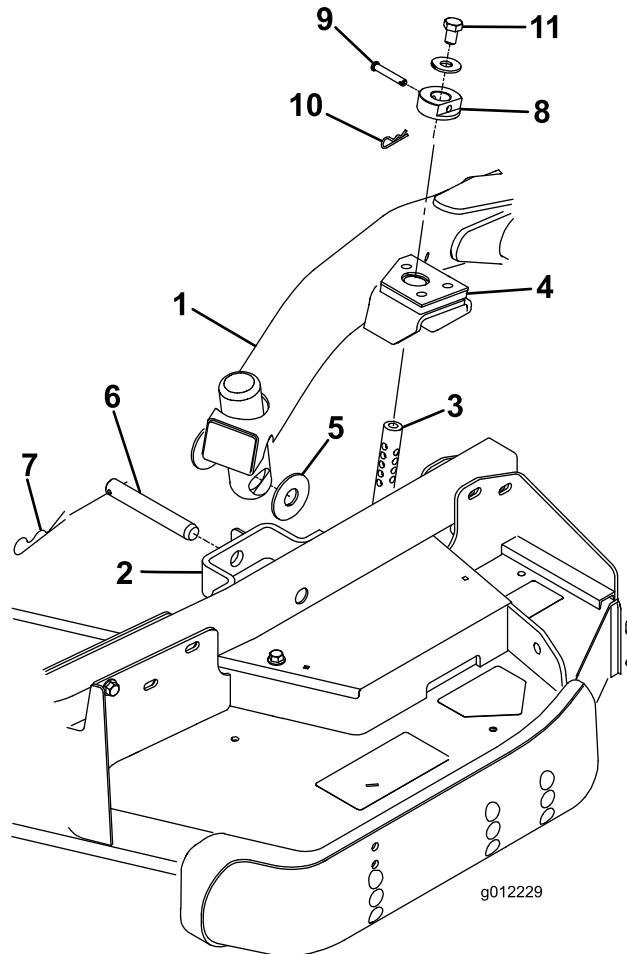

Figura 23
- Mueva la palanca de elevación a la posición Flotar. Empuje hacia abajo uno de los brazos de elevación hasta que los taladros del brazo de elevación estén alineados con los taladros del soporte del brazo de la rueda giratoria y pueda introducirse la varilla de ajuste de la altura de corte en los alojamientos del brazo de elevación (Figura 23).
- Fije el brazo de elevación al brazo de la rueda giratoria con (2) arandellas de empuje, un pasador y un pasador de horquilla. Coloque las arandellas de empuje entre el brazo de elevación y el soporte del brazo de la rueda giratoria (Figura 23). Introduzca el extremo del pasador de horquilla en la ranura de la pestaña del brazo de la rueda giratoria para retener el pasador.
9. Instale los collares de ajuste de la altura de corte sobre las varillas de ajuste de la altura de corte y fíjelos con los pasadores y los pasadores de horquilla (Figura 23). Oriente la cabeza del pasador hacia la parte delantera de la carcasa.
10. Instale un perno de $1/2 \times 3/4$ pulgada y una arandela en la parte superior de cada varilla de ajuste de la altura de corte (Figura 23).